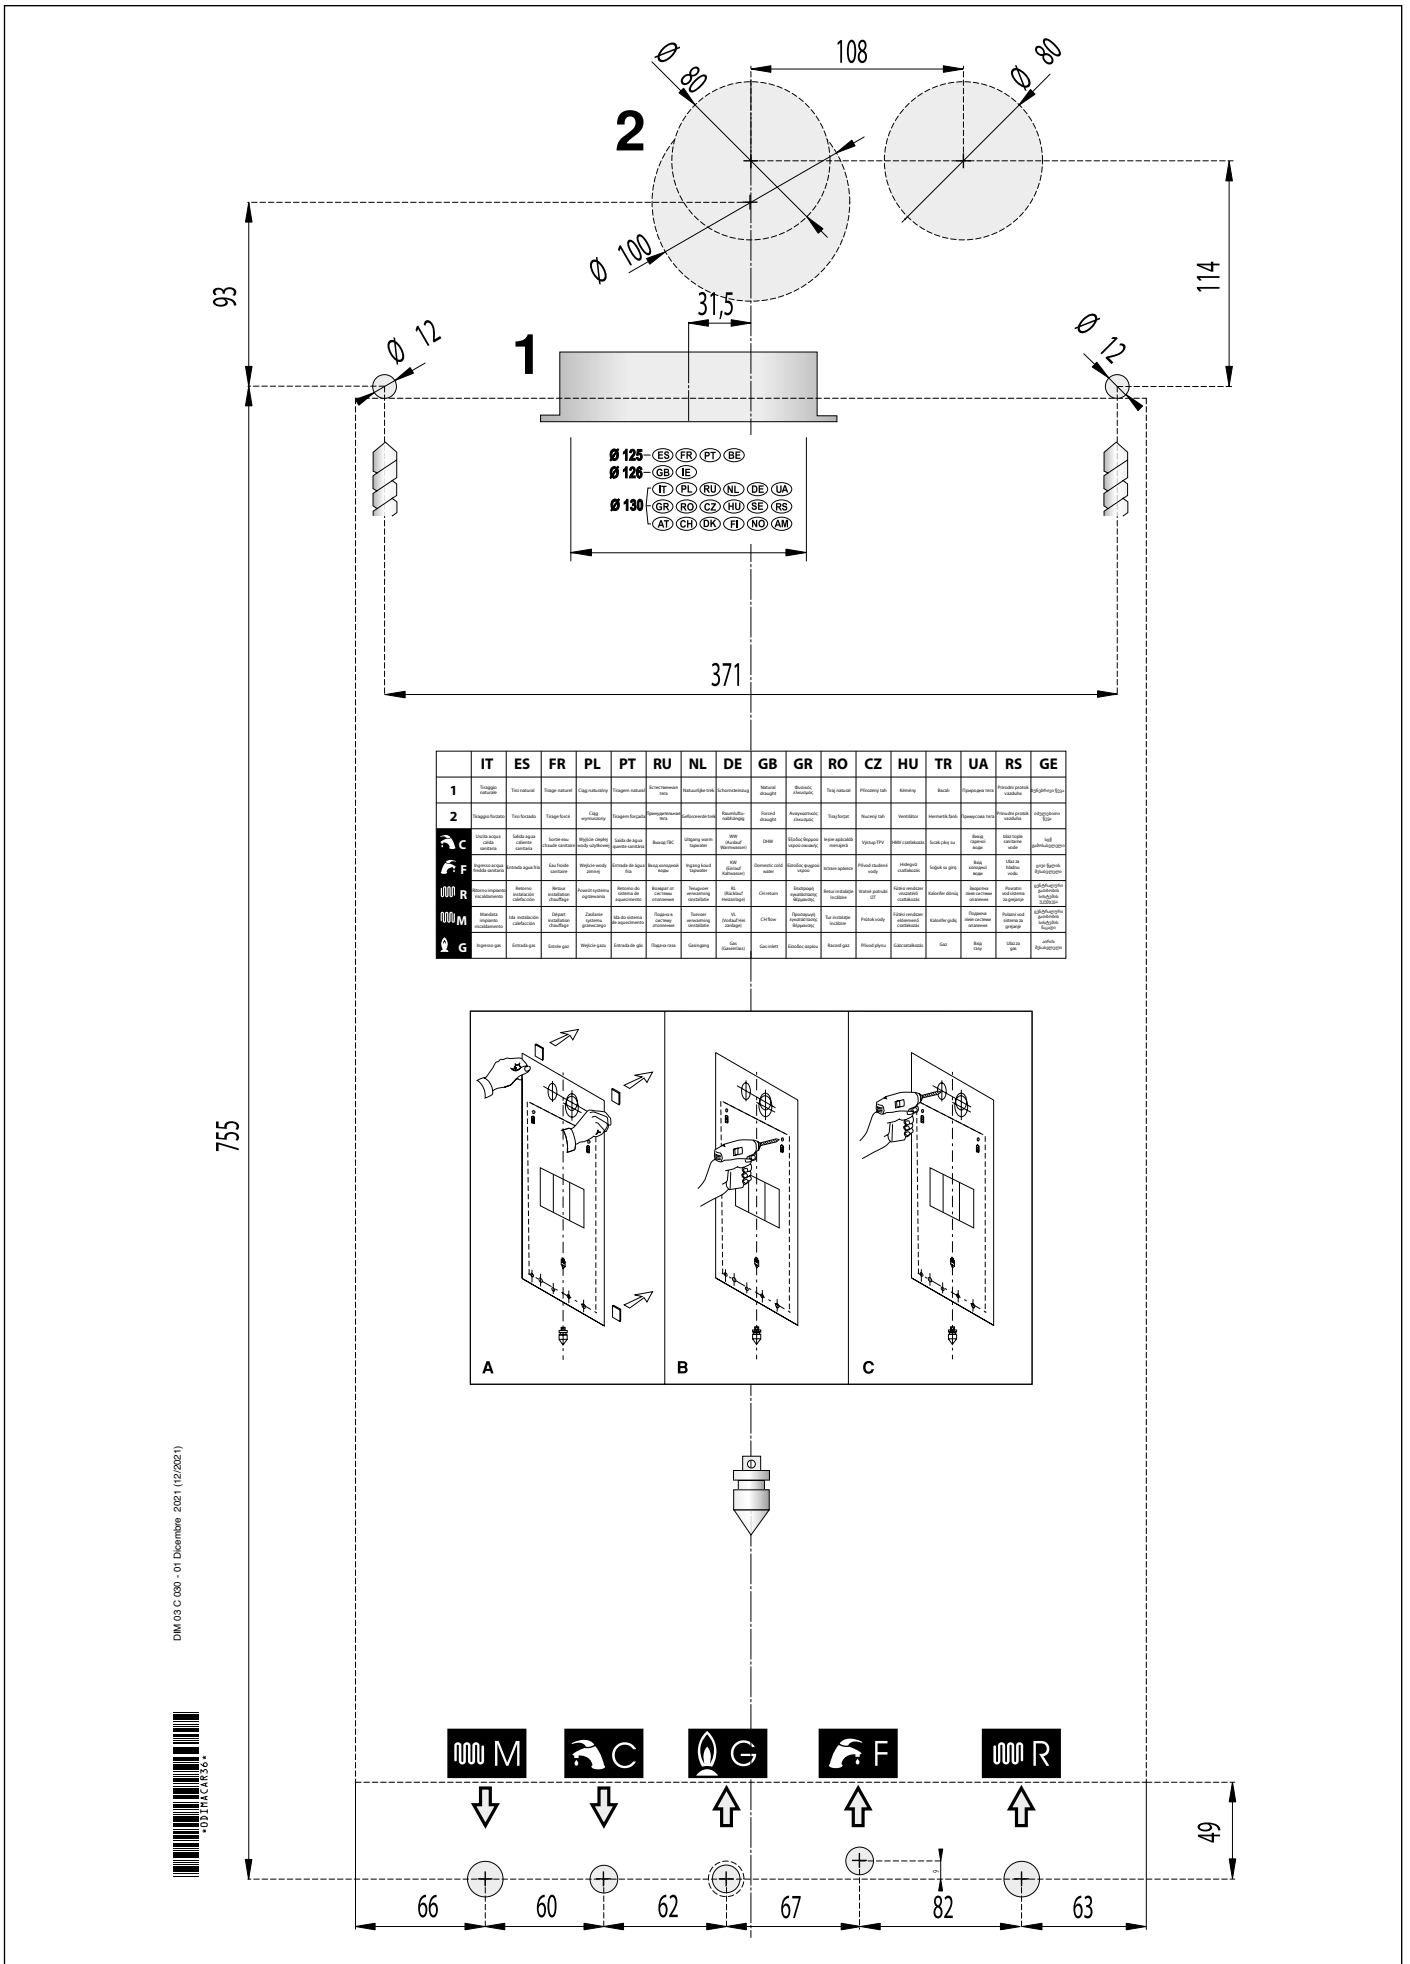
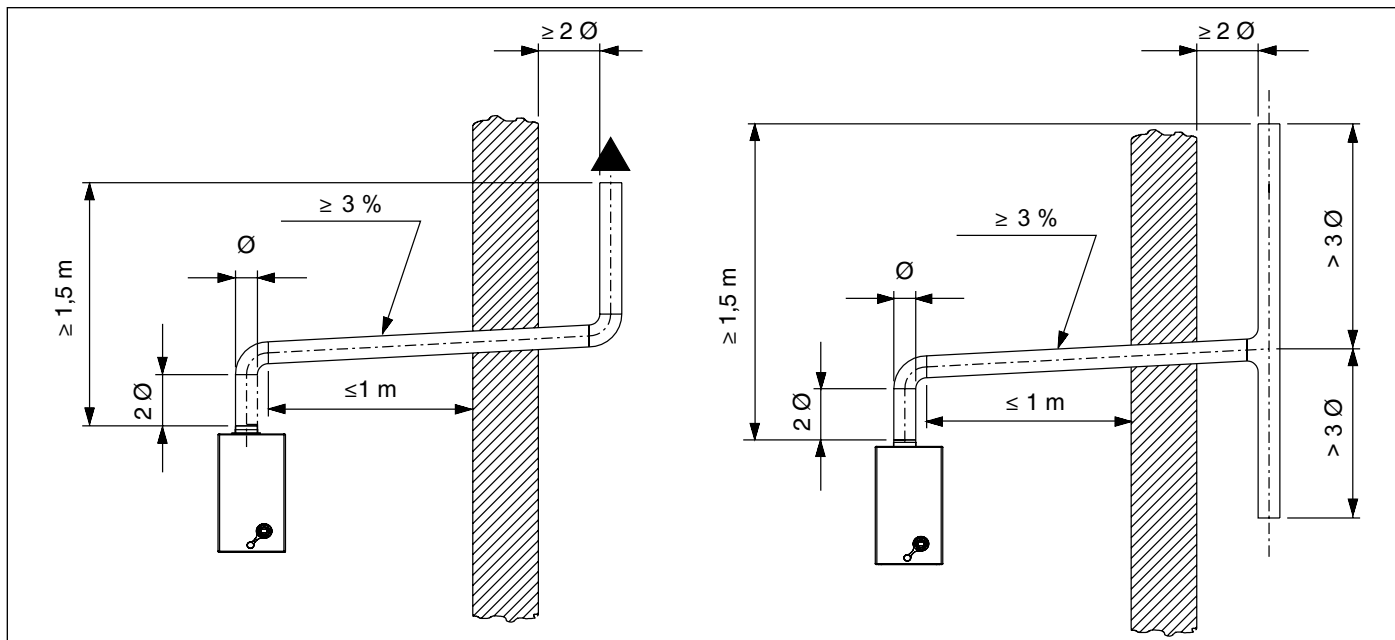

Рис. 7 Паперовий шаблон.
Рис. 8 Підключення димоходу до котла з відкритою камерою згоряння
- монтажний паперовий шаблон (див. Рис. 7 Паперовий шаблон.);
Кожний котел забезпечений спеціальним паперовим шаблоном, що знаходиться в упаковці (див. Рис. 7 Паперовий шаблон.). Кожен котел забезпечений спеціальним паперовим шаблоном, що знаходиться в упаковці (рис. 8), який дозволяє підготувати труби для підключення до системи опалення, до лінії води санітарного призначення, до газової магістралі і труби подачі повітря та відводу димових газів в момент їх розведення, тобто до початку установки котла на вибране місце.